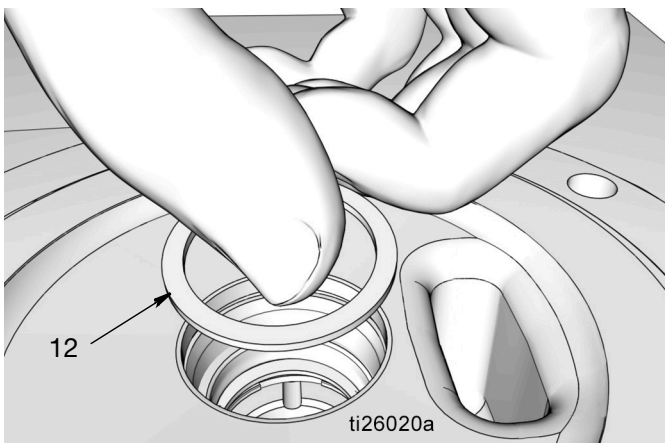

FIG. 34
- e. Install spacer (12) (FIG. 34).